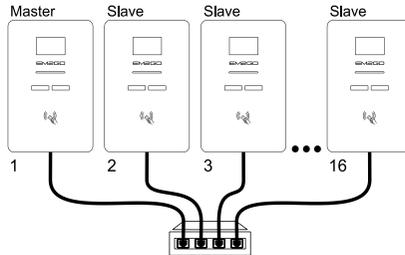

Fig. 6-5 Gestion de la charge locale via Ethernet
1. Pour utiliser la gestion locale de la charge, connectez jusqu'à 16 stations de recharge par câble via Ethernet à un switch réseau ou un routeur (voir **paragraphe 5.1.5** et **Fig. 6-5**).